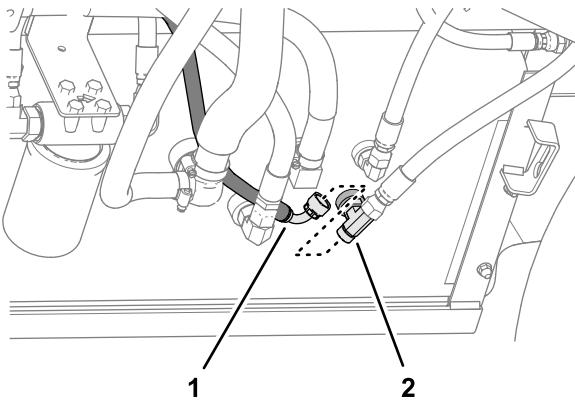

図 131
7. タンクリターンホース 6 x 2819 mm のエルボ継手をT字継手に取り付け、ホース継手を締め付けます(図 131)。